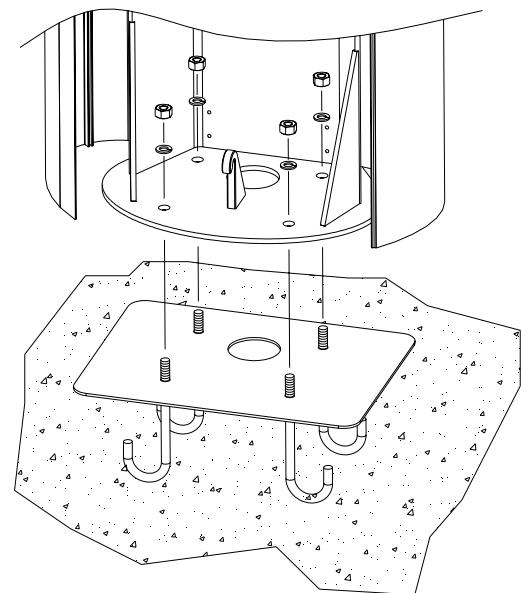

Abb. 4
- Die Gehäuseflügel öffnen; die Schranke auf der Fundamentplatte aufstellen, dafür die Gewindegelenke den vorbereiteten Bohrungen anpassen; die Schranke durch Aufschrauben der Mutter M10 auf die entsprechenden Bolzen, befestigen (Abb.4).